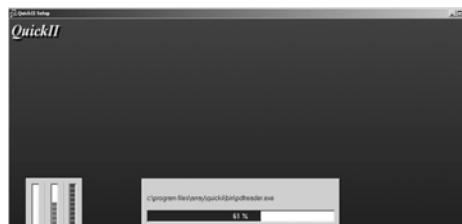

图 1.8 安装画面
- 用鼠标左键单击(Next)按钮，则开始装入程序内容，显示如图1.8所示。